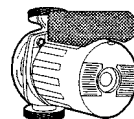

Fig. 4.10
- controlar también el correcto funcionamiento del circulador (fig. 4.10).